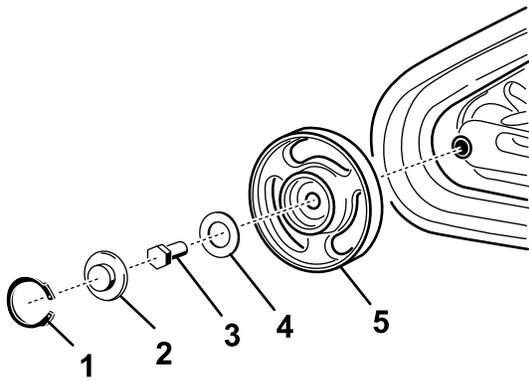

図 45
**注** 必要に応じ前外側のロードホイールも外してください。このホイールを外すには、ロードホイールの中央についているスナップリングとキャップを外します 図 45。そして、ホイールの中央についているボルトとガスケットを外し、機体からホイールを取り外します。